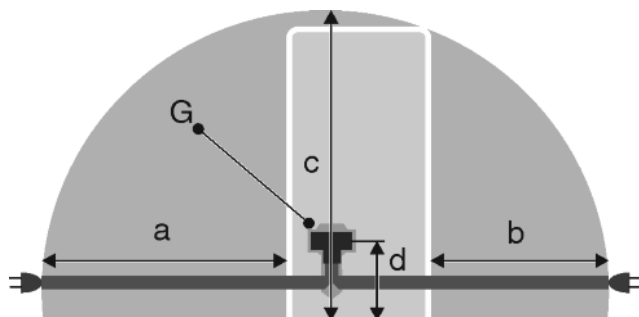

Fig. 51
- Gniazdo znajduje się poza tylną częścią urządzenia w podanym obszarze Fig. 51 (a, b, c).
- ▶ Wtyczkę urządzenia Fig. 51 (G) podłączyć z tyłu urządzenia. Zwrócić uwagę na prawidłowe zazębienie.